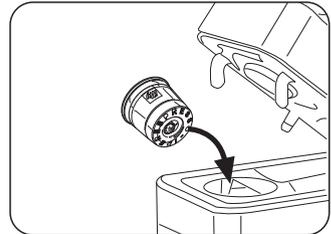

Abb. 8
- Klappen Sie den Hebel (1) langsam nach hinten (bis zum Anschlag) **(Abb. 7)** und setzen Sie eine Kapsel in die vorgesehene Öffnung ein **(Abb. 8)**